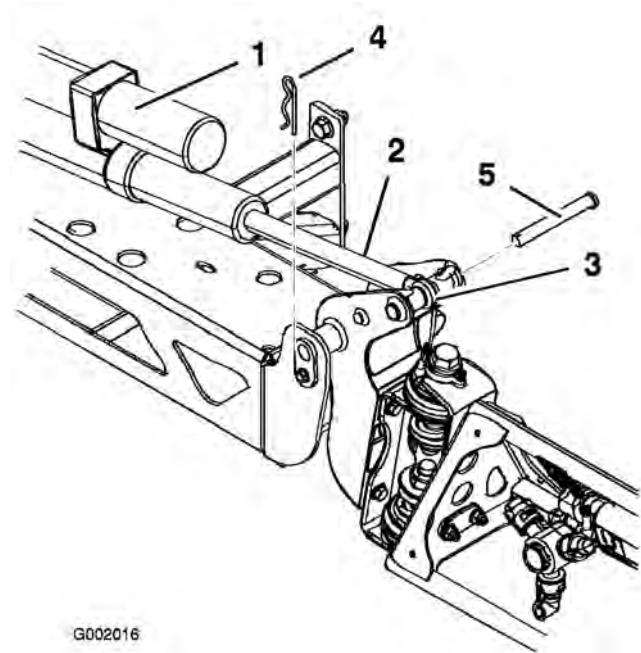

Figura 41
2. Togliete la coppiglia dal perno di articolazione (Figura 41).
3. Sollevate la barra e togliete il perno (Figura 41). Abbassate lentamente la barra al suolo.
6. Alzate la barra per allineare il perno con l'asta dell'attuatore. Tenete ferma la barra e inserite il perno attraverso il perno della barra e l'asta dell'attuatore (Figura 41).